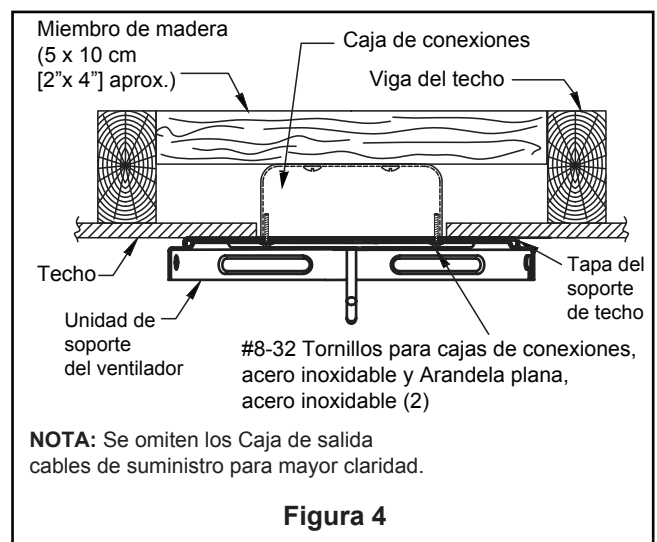

Figura 4
2. Usando los dos Los # 8-32 tornillos y las arandelas provistas con la caja de conexiones sujetan firmemente la junta del soporte de techo y el soporte del techo a la caja de conexiones del techo como se muestra. (Figura 4)
4. Fije adecuadamente el conector unidad de placa LED superiorde 9 clavijas en la conexión del arnés del cableado ubicado en la unidad del motor. (Figura 4)
- 4.** Para configurar el código del mando a distancia, mueva los interruptores de código hasta colocar el código de selección en la posición arriba o abajo. Con un destornillador pequeño o con una lapicera (no se incluye) deslice firmemente hacia arriba o hacia abajo. (Figura 4)